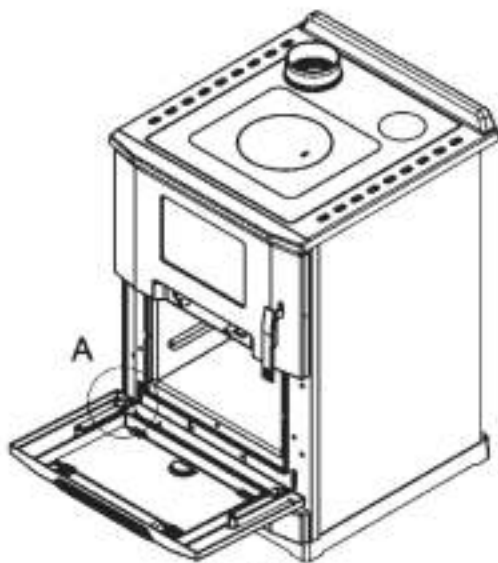

Fig. 1A
- Ouvrez complètement la porte (Fig. 1A)